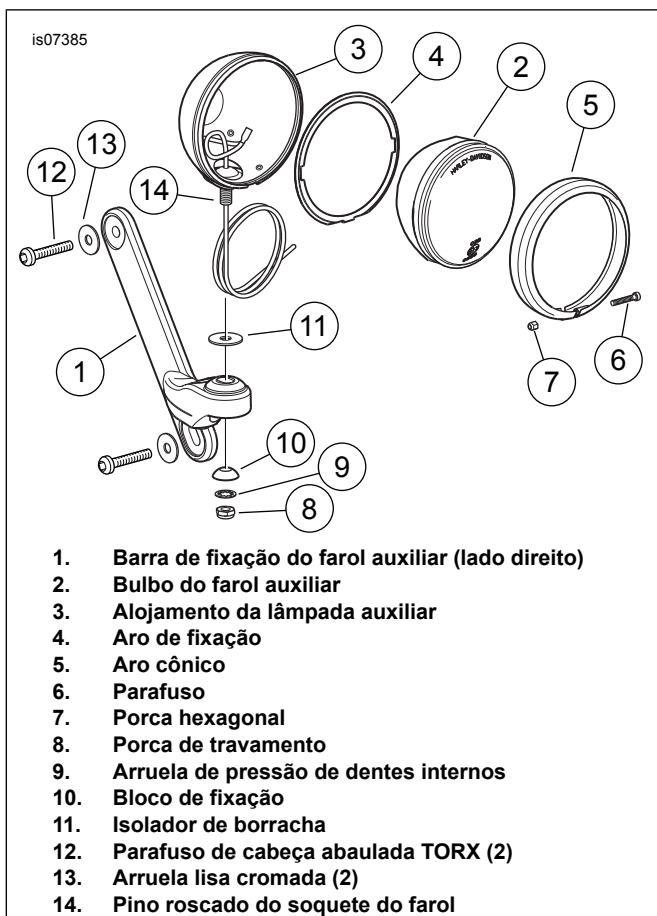

Figura 1. Conjunto do farol auxiliar
2. Veja Figura 1. Instale um bulbo do farol auxiliar (2) no soquete do farol auxiliar (3) de acordo com as instruções que acompanham o kit bulbo.